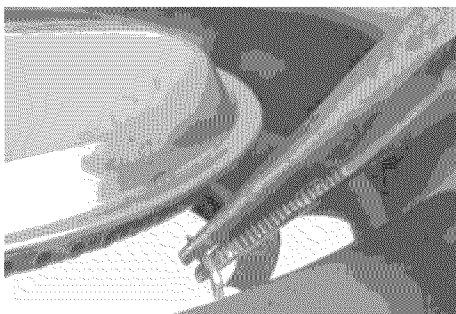
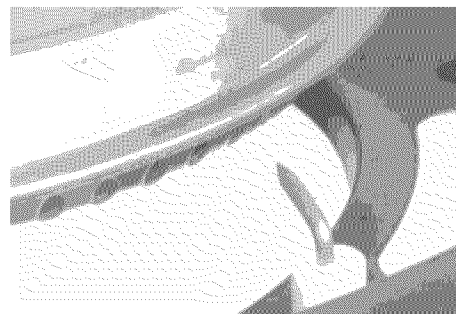

Fig. 11p
Fig. 11q
12. El quemador lateral ahora se encuentra completamente montado. Este paso (paso 12) sólo resulta necesario si usted se da cuenta más tarde de que no puede encender el quemador lateral utilizando la perilla del quemador lateral. A menudo, esto es provocado por una alineación pobre de la punta del encendedor con un orificio del quemador lateral. Para ajustar esta alineación, tome la punta del encendedor con un par de pinzas de punta de aguja como se indica en la **Fig. 11p**. Con fuerza suave, desplace la posición de la punta para que se encuentre a 1/8" de la parte inferior de uno de los orificios del quemador, como se indica en la **Fig. 11q**.